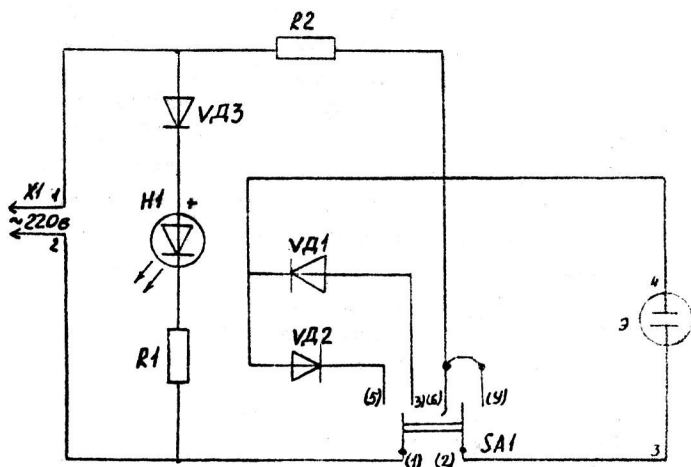

Рис. 2. Электрическая схема ионатора ЛК-3I
5.2. Электрическая схема ионатора ЛК-31 (рис. 2) состоит из: